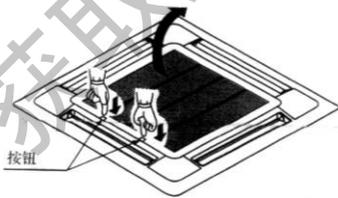

图1
1. 先按下回风格栅按钮，然后再提起按钮的一端。（参照图1）